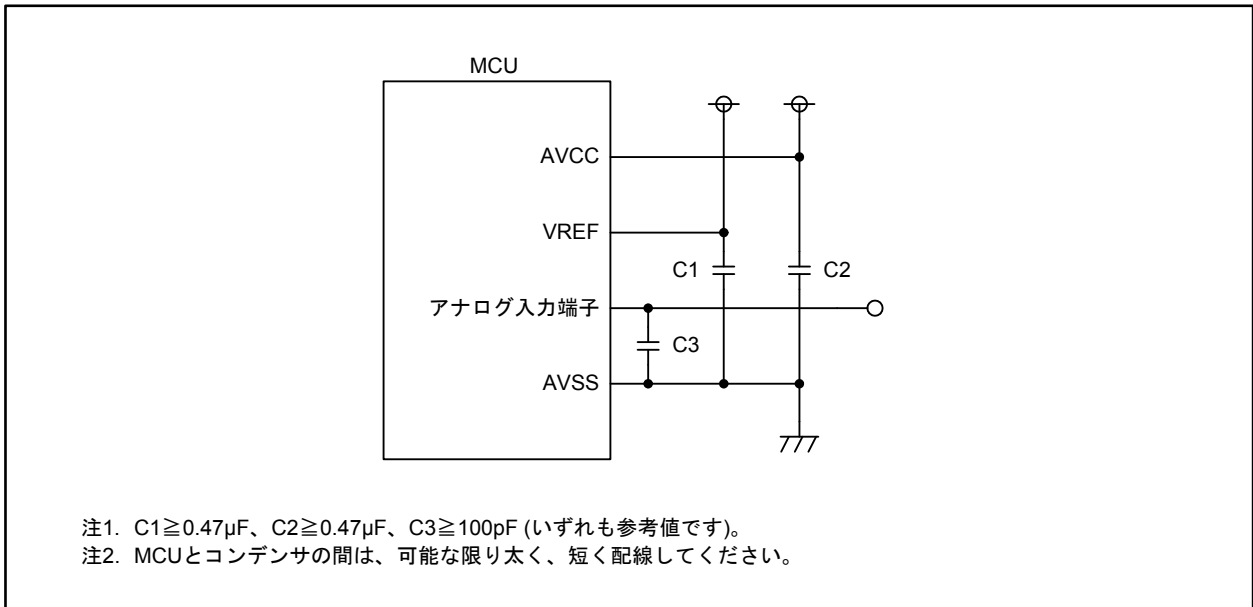

図 30.1 A/D関連端子の処理例
- ノイズによる誤動作やラッチアップの防止、または変換誤差の低減のため、AVCC端子、VREF端子、アナログ入力端子(AN_0~AN_7, AN0_0~AN0_7, AN2_0~AN2_7)とAVSS端子の間にそれぞれコンデンサを挿入してください。図 30.1に端子の処理例を示します。